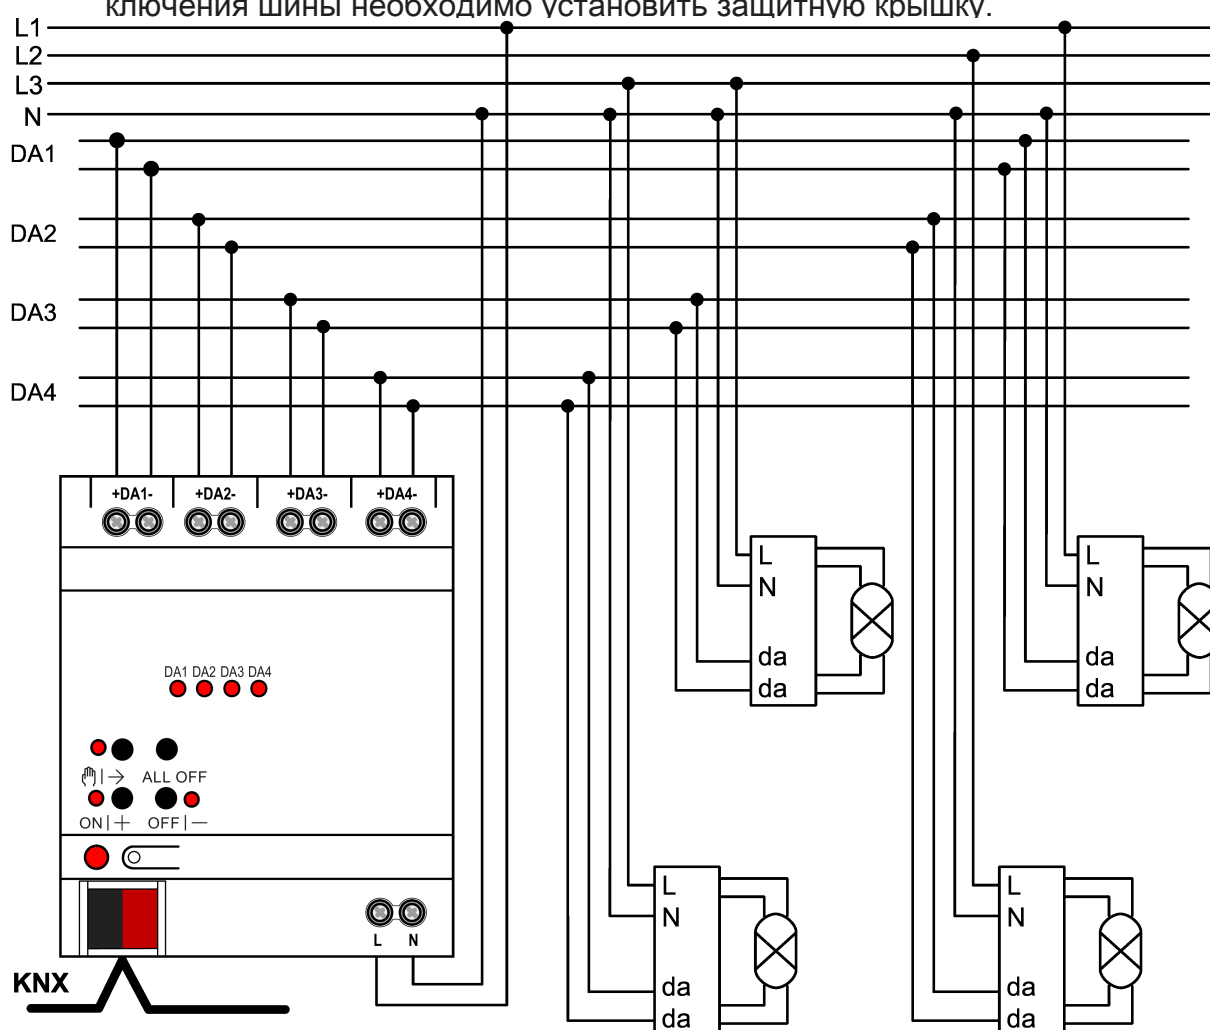

рисунок 2: Пример подключения
- Подключите устройство, как показано на примере (см. рисунок 2).